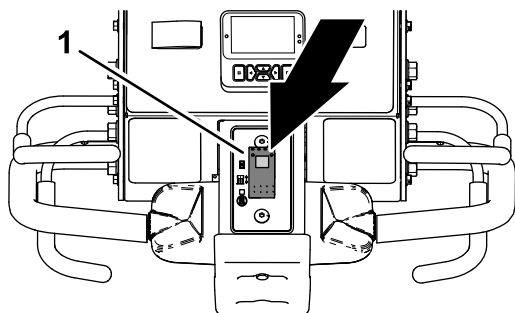

Figure 82
1. Poussez le haut de la commande d'abaissement (Figure 82) à la position ABAISSEMENT DIFFÉRÉ.